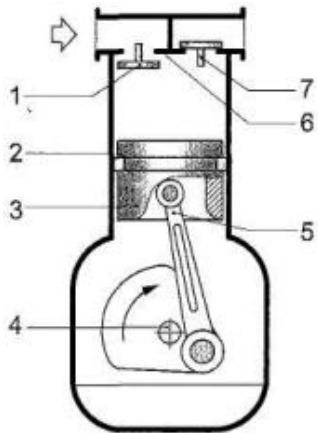

Рис. 3.3. Поршневой компрессор
**Основными деталями** поршневого компрессора простого действия (рис. 3.3) являются: цилиндр 2 с нагнетательным 7 и всасывающим 1 клапанами в крышке 6; поршень 3; кривошипно-шатунный механизм 5, преобразующий вращательное движение приводного вала 4 в возвратно-поступательное движение поршня.
При **а** движении поршня к нижней «мертвой точке» (обратный ход — рис. 3.3, а) рабочая камера компрессора, образованная замкнутым объемом между поршнем 3 и крышкой 6 цилиндра, увеличивается и в ней создается вакуум. Под действием атмосферного давления открывается всасывающий клапан 1, через который в цилиндр поступает воздух. В это время нагнетательный клапан 7 удерживается в закрытом положении под действием вакуума в рабочей камере и высокого давления в нагнетательном трубопроводе. После достижения поршнем 3 крайнего положения начинается процесс его движения к верхней «мертвой точке» (прямой ход — рис. 3.3, б). Объем рабочей камеры начинает уменьшаться, давление в ней возрастает, и всасывающий клапан закрывается. Нагнетательный клапан открывается тогда, когда давление в цилиндре превысит давление в линии нагнетания. Полный цикл такого компрессора совершается за два хода поршня — обратный и прямой, т. е. за один оборот приводного вала.